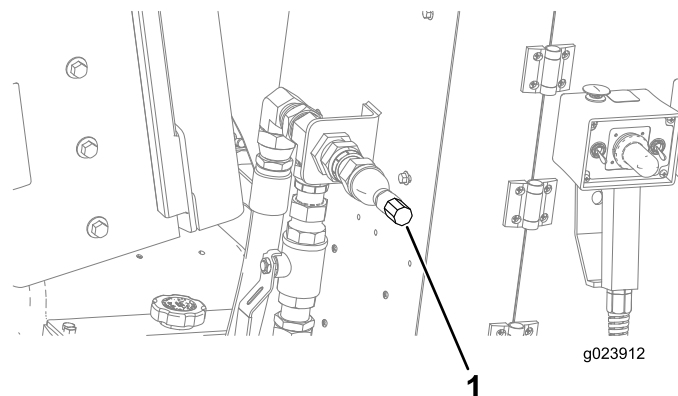

Рисунок 166
5. Подсоедините съемный поливной шланг к штуцеру (Рисунок 166).